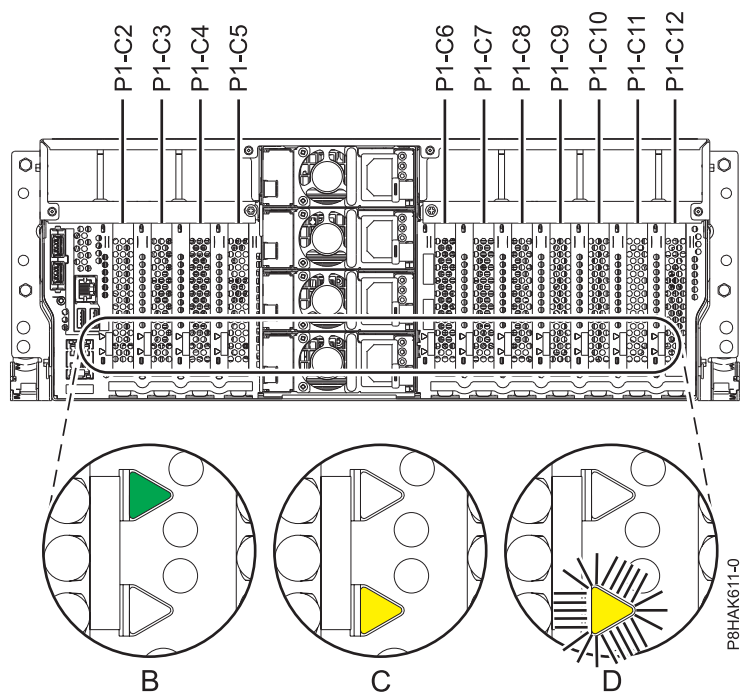
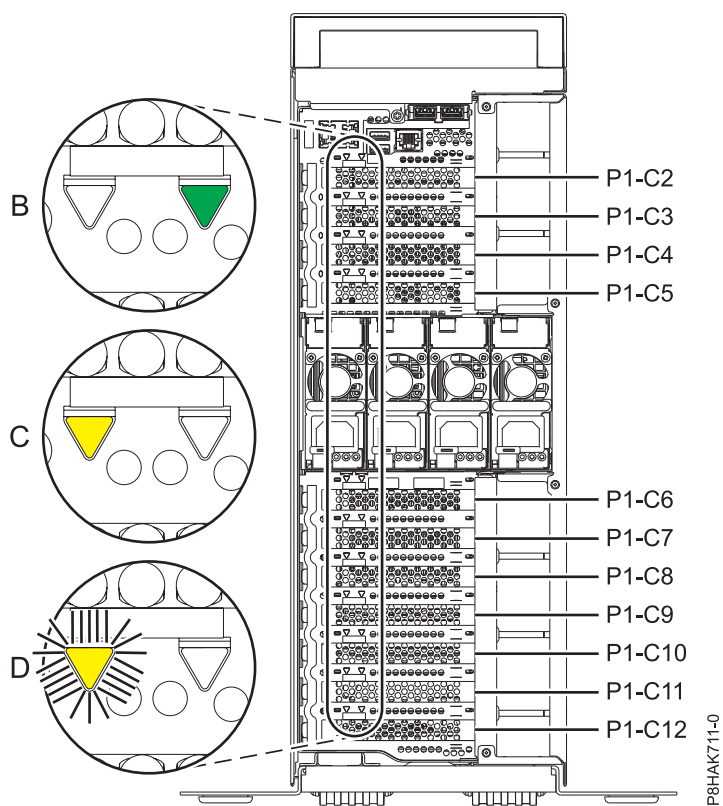

Figura 66. Localizações de ranhuras de adaptadores PCIe e localizações dos LEDs num sistema montado em bastidor
Figura 67. Localizações de ranhuras de adaptadores PCIe e localizações de LEDs num sistema 8286-41A autónomo
6. Familiarize-se com a localização das ranhuras de adaptador PCIe e indicadores de assistência para o adaptador PCIe no qual pretende prestar assistência. Os adaptadores PCIe estão instalados na parte posterior do sistema. A Figura 66 na página 76 e a Figura 67 na página 76 mostram as localizações dos adaptadores PCIe num sistema e as localizações dos díodos emissores de luz (LEDs) para o adaptador PCIe.